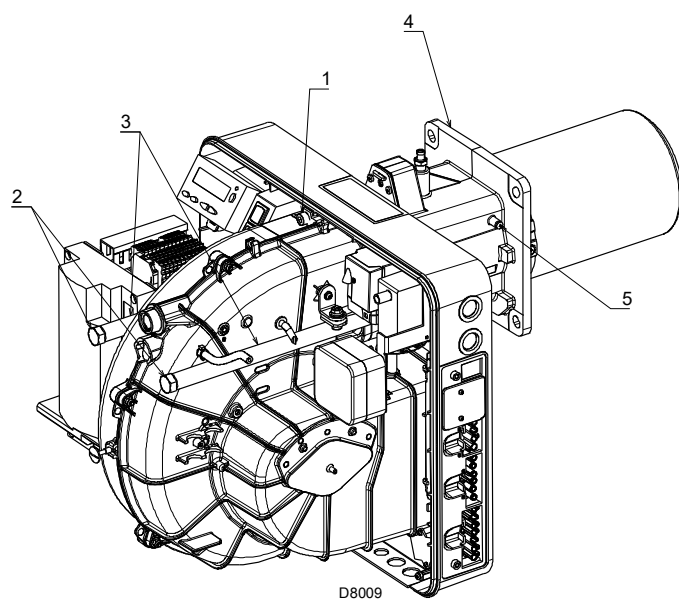

图 21
- ▶ 插好探针及电极电缆，然后将燃烧器推离管路连接处至图 21 所示位置；